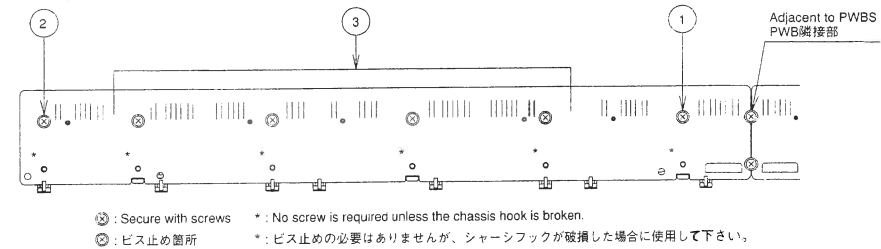

fig. 5
3) Secure the LOW and HI PCBs in place with the screws while holding the PCBs at the center. Starting with the center screw, install in the order of ① and then ② and ③ as shown in fig. 5. Screw in at the locations illustrated in the figure.
3) ビスは、PWB LOW、HIともに鍵盤中央部①より②、③の順に取り付けて下さい (fig.5参照)。基板がはんだ付けなどによってそりを生じていることがあるため、中央部を軽く押さえながらビス止めするとよいでしょう。最後にPWB隣接部をビス止めします。